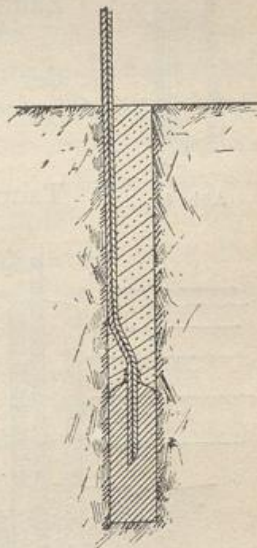

Abb. 88.
5. Sprengen des Pulvers im Trockenem. Das Bohrloch wird, falls es feucht ist, mit dem umgekehrten Krätzer ausgetrocknet, an dessen Öse zu dem Zweck Werg oder Heu gewickelt wird. Das Pulver wird in einer Papierhülse (Patrone) mit eingesetzter Zündschnur hinabgeführt (Abb. 88). Die Patrone ist vorher so zu füllen, daß die Zündschnur mit ihrem schräg abzuschneidenden Ende bis in die Mitte des Pulvers hinabreicht. Die Patrone wird am oberen Ende mit Bindfaden um die Zündschnur festgebunden. Auf die in das Bohrloch gesteckte Patrone wird alsdann ein sogen. Schlußpfropfen aus Papier, Heu oder dergl. geschoben, darauf wird Sand aufgeschüttet und mit einem hölzernen Ladestock leicht aufgedrückt, endlich wird der eigentliche Besatz, nämlich mit Hand geformte Ton- oder Lehmkugeln, eingeschoben und festgestampft, bis das Bohrloch gefüllt ist. Dabei ist sorgfältig darauf zu achten, daß die an die Lochwand gedrückte Zündschnur nicht leidet oder gar geknickt wird (sonst leicht Versager). Sie muß so lang über den Besatz hinausragen, daß sich die Arbeiter nach dem Anzünden sicher entfernen können. Für feuchte Bohrlöcher muß die Patrone mit Talg bestrichen oder aus Guttapercha hergestellt werden. Ist das Bohrloch sehr dicht, so daß ein seitliches Verlaufen des Pulvers nicht zu besorgen ist, so kann dieses auch lose — ohne Patrone — mit einem Trichter in das Bohrloch geschüttet werden (Sprengen von Steinen). Bei der elektrischen Zündung geschieht die Ladung und Besetzung des Bohrloches ebenso, nur werden an Stelle der Zündschnur die in Ziff. 3 erwähnten Leitungsdrähte nebst Zünder in die Patrone eingefügt. Die Drähte, an der Bohrlochmündung hochgeführt, müssen ebenso sorgfältig behandelt werden wie die Zündschnur. Wo ein zu weites Fliegen der Sprengstücke zu befürchten ist, sind die Schüsse mittels Faschinen, geflochtener Hürden, Bohlen u. dergl. abzudecken.